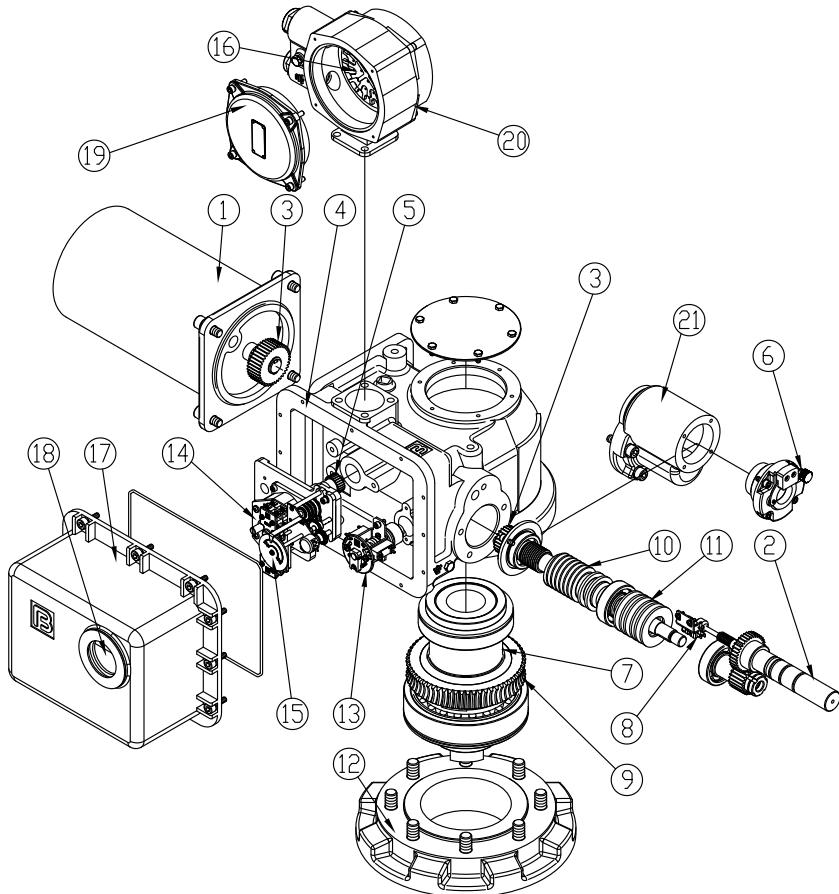

Рис. 5 Электроприводы типа ГЗ-ВВ, ГЗ-ВГ, ГЗ-ВД
2.2. Электроприводы типа Г3-ВВ, Г3-ВГ, Г3-ВД (рис. 5)
Электроприводы типа Г3-ВВ, ВГ, ВД имеют идентичную конструкцию. Корпус (4) (рис. 5) – литой, к корпусу крепится редуктор маховика ручного дублера (21), электродвигатель (1), взрывозащищенная клеммная коробка (19, 20), монтажный фланец (12). В корпусе установлены червячный редуктор (9, 10) с тарельчатыми пружинами (11), выходной вал (7), двухсторонняя муфта ограничения крутящего момента (13), ограничитель хода выходного вала (14) и индикатор положения затвора арматуры (15).